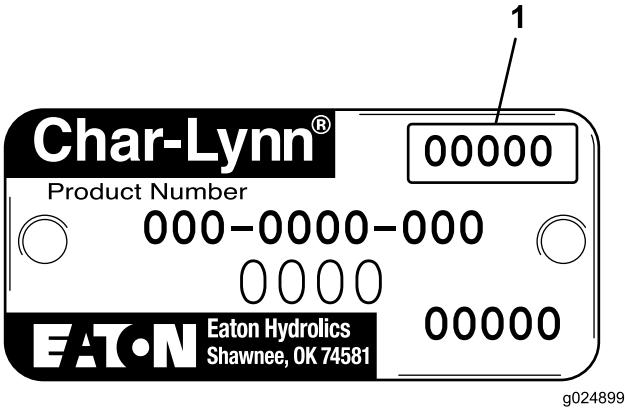

Figura 2
- O código da data juliana (Figura 2) irá confirmar que o motor faz parte do lote afectado. Os motores afectados têm um código de data de 14311 a 19511.